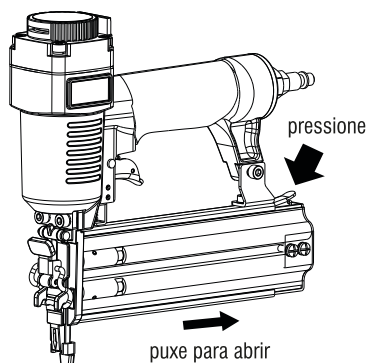

Fig. 3 – Abastecimento dos pinos
- 1 - Pressione a trava conforme mostra a Fig. 3;